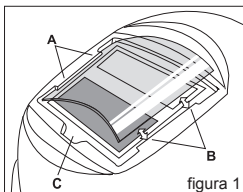

figura 1
**Substituição da lente de proteção dianteira:** substitua a lente de proteção dianteira se estiver danificada (fissuras, sujidade ou picadas). Insira um dedo na reentrância (C) da extremidade inferior da lente de proteção e pressione a lente para cima até esta se libertar das bordas com as indicações A e B. (Ver a figura 1).